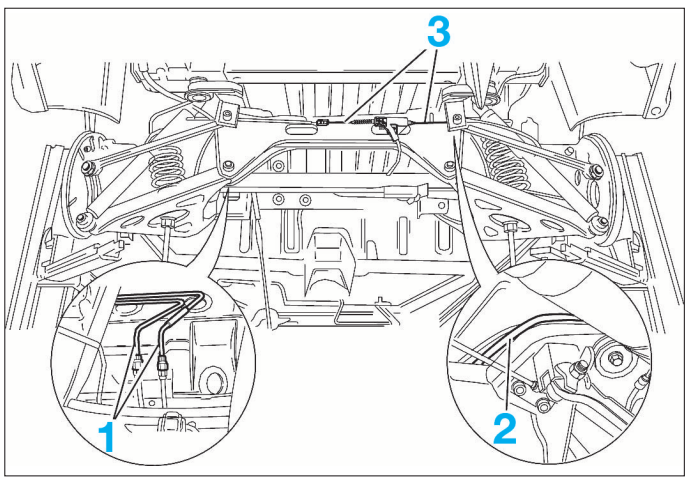

FIG. 64
- les deux tuyauteries de frein (1) (Fig.64) obturer les orifices laissés à l'air libre.